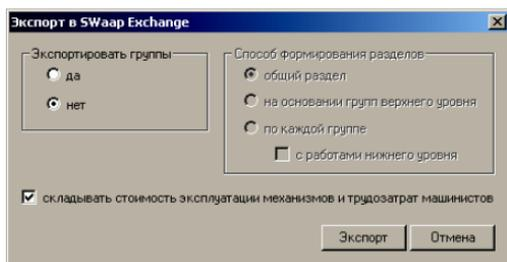

Рис. 6.2. Мастер экспорта в SWaapExchange.
2. Выберите механизм формирования таблиц расценок в открывшемся окне «**Экспорт в SWaapExchange**» (рис. 6.2). Существует два варианта отображения групп: